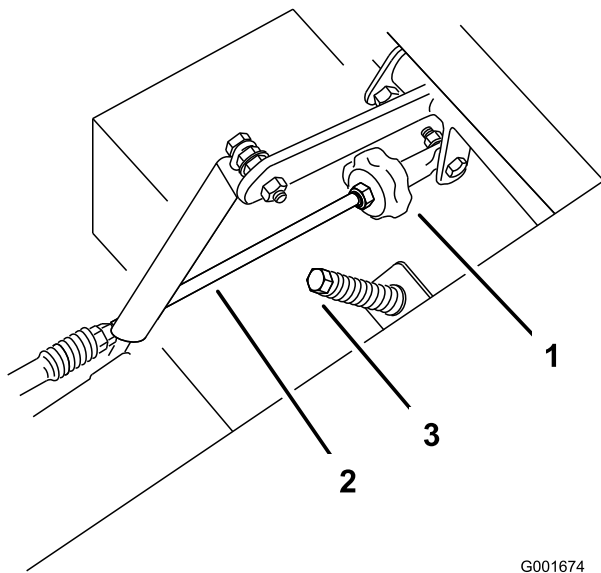

Figure 60
2. Réglez la longueur de la tige de pompe en tournant le bouton dans le sens voulu, jusqu'à ce que la roue soit immobilisée ou tourne légèrement en marche arrière (Figure 60).